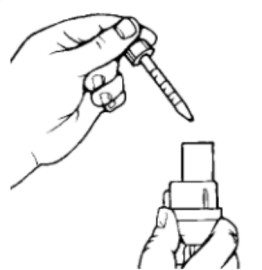

ABB. 2 - BEIGEBEN VON FLÜSSIG-MEDIKATION IN DEN VERNEBLER
6. Flüssig-Medikation nach Anweisung des Arztes in den Vernebler geben (**siehe Abb. 2**).